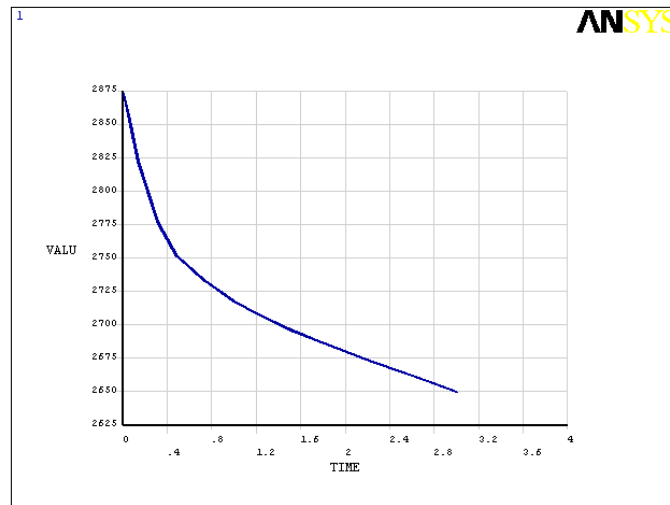

图11.41 温度随时间的变化曲线
(29)求解完成后，单击 Main Menu>Timehist Postproc 菜单，弹出【Time History Variables】对话框，单击  按钮定义节点 204 的温度结果为变量。选中此变量，单击  按钮，显示变量随时间的变化曲线，如图 11.41 所示。